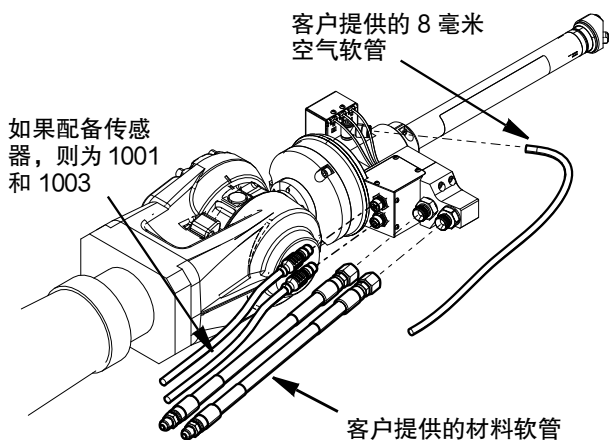

FIG. 7
2. 断开材料入口软管和材料回流软管。松开高压软管连接时，请始终使用两个扳手。参见FIG. 7
3. 断开 8 毫米空气软管。参见FIG. 7
4. 拧下 5 引脚电缆连接器 (1001) 和 8 引脚电缆连接器 (1003) 上的配件，拔下电缆连接器。参见FIG. 7。